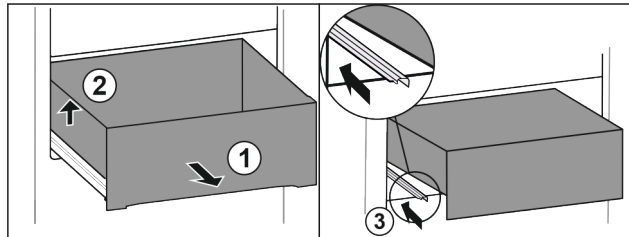

Fig. 74
- ▶ Lade tot de aanslag eruit trekken. Fig. 74 (1)
- ▶ Lade links optillen. Fig. 74 (2)
- ▶ Linker rail erin schuiven. Fig. 74 (3)